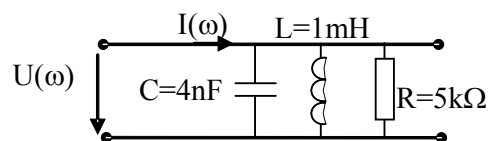

Figura 5
3. Pentru circuitul din figura 5 să se determine și să se reprezinte grafic modulul și argumentul funcției de transfer ($Z(\omega) = \frac{U(\omega)}{I(\omega)}$). Să se determine frecvența de rezonanță, frecvența la care modulul funcției de transfer este maxim.